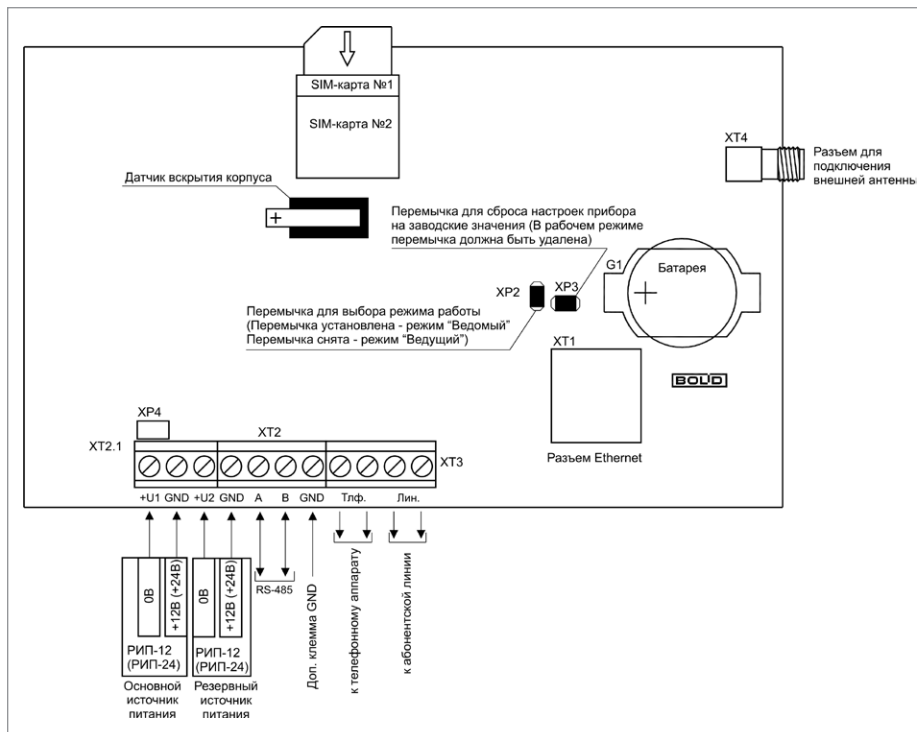

Рисунок 7. Схема подключения устройства «С2000-PGE»
1.3. Подключение соединительных линий производите в соответствии с проектной документацией и схемой на рис. 7.